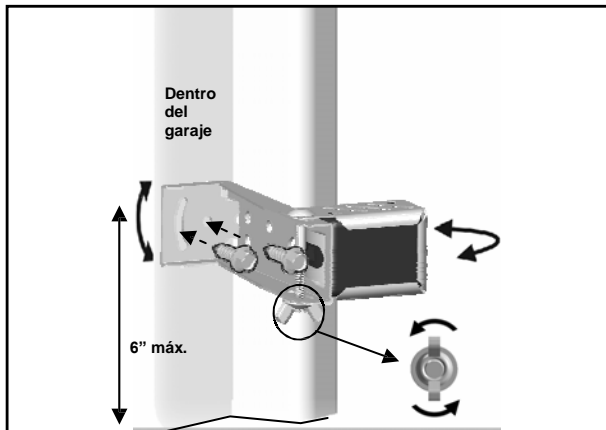

Fig. 1 (Montaje en la pared)
1. Coloque los sensores fotoeléctricos uno frente al otro en cada lado de la puerta del garaje. Coloque los sensores de manera que no estén más alto de 6" (15 cm.) por encima del piso, tal como se muestra en la Fig. 1.
3. Si es necesario, utilice la ubicación opcional de montaje en la pared (Fig. 1) para que se amolde mejor al recorrido de su puerta y mejorar la capacidad de evitar obstáculos. Para ajustar la posición, afloje la tuerca de mariposa, desmonte el soporte y mueva el sensor fotoeléctrico hacia la posición inferior en el soporte.